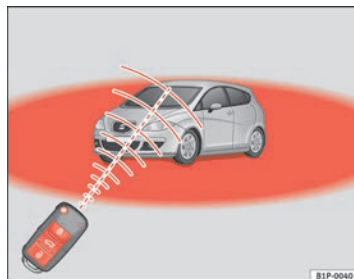

Abb. 64 Wirkungs-
- Die Funk-Fernbedienung funktioniert nur, wenn Sie sich im Wirkungsbereich befinden ⇒ Seite 105, Abb. 64 (roter Bereich).